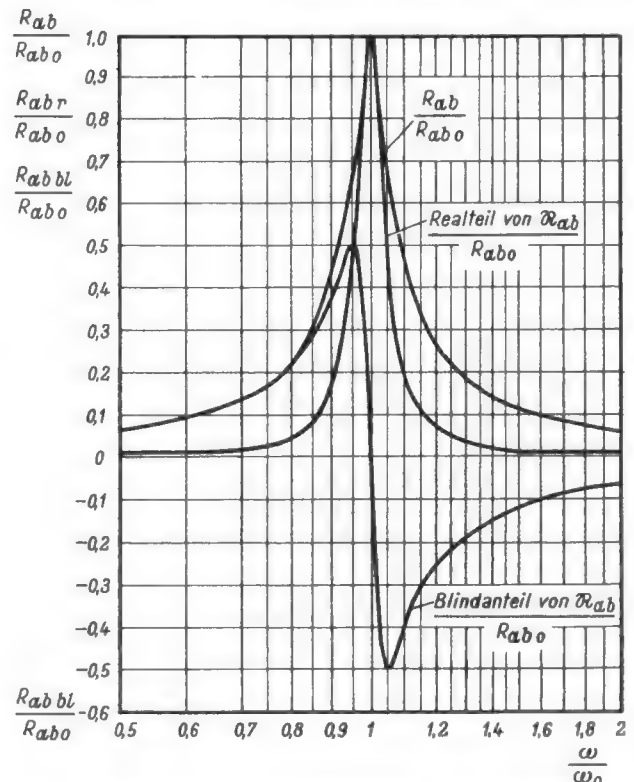

Bild 7. Frequenzgang des Scheinwiderstandes, seiner Wirk- und Blindkomponente ($d = 10\%$)
In Bild 7 ist der durch die Formeln (22) und (23) bestimmte Verlauf des Realteiles und des Blindteiles vom Parallelwiderstand \mathfrak{R}_{ab} für eine Dämpfung von 10% als Beispiel gezeichnet.
Man beachte, daß der reelle Anteil gleich dem Blindanteil des halben Resonanzwiderstandes bei $\frac{\omega}{\omega_0} = 0,95$ und $\frac{\omega}{\omega_0} = 1,05$ ist. Die Phasenverschiebung von 45° tritt also dann auf, wenn $\frac{\omega}{\omega_0} - \frac{\omega_0}{\omega} = 0,1$, d. h. die Verstimmung = 0,1 ist. Im vorliegenden Beispiel war eine Dämpfung von 10% = 0,1 zugrunde gelegt. Daraus folgt, daß die Phasenverschiebung von 45° bei der Verstimmung, die gleich der Dämpfung ist, erreicht wird. Der Kreiswiderstand R_{ab} ist dann an dieser Stelle auf $\sqrt{(0,5 R_{ab 0})^2 + (0,5 R_{ab 0})^2} = 0,7 R_{ab 0}$ gesunken (Bild 7).
Bild 7 gilt auch für den Serienkreis. Zu berücksichtigen ist: